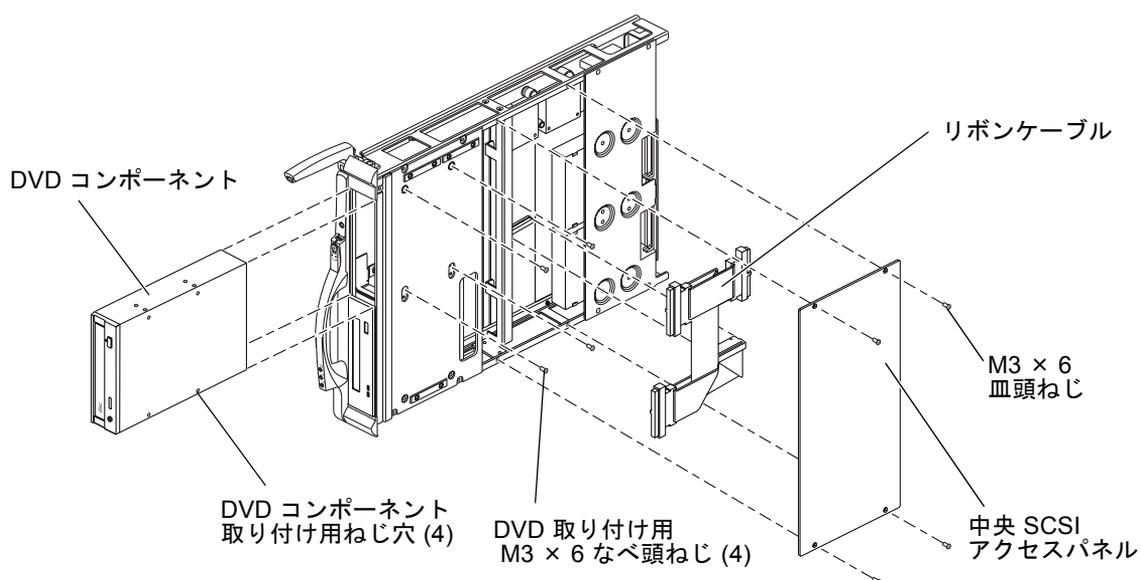

図 7-3 SC 周辺装置ボードからの DVD コンポーネントの取り外しおよびアクセスパネル — 分解図
6. SC 周辺装置ボードの内部 DVD コンポーネントにアクセスするには、図 7-3 に示すように、正面側の取り付けパネルから 4 本の M3×6 なべ頭ねじを取り外します。